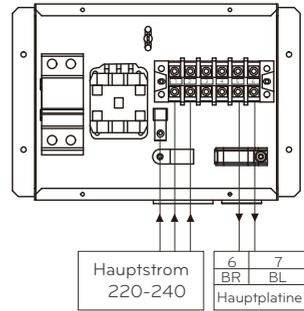

Abb. 2
Schritt 2. Schließen Sie den Wassertank wie in Abbildung 2 unten an die Stromversorgung an.
Schritt 3. Schließen Sie das Wassertank-Satz wie in der folgenden Abbildung 2 an die Hauptplatine (Heizer) an.